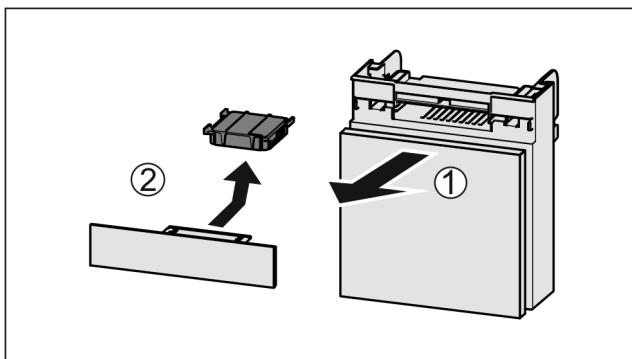

Fig. 148
- Издърпайте Fig. 148 (1) напред от отделението.
- Извадете Fig. 148 (2) филтъра с активен въглен.